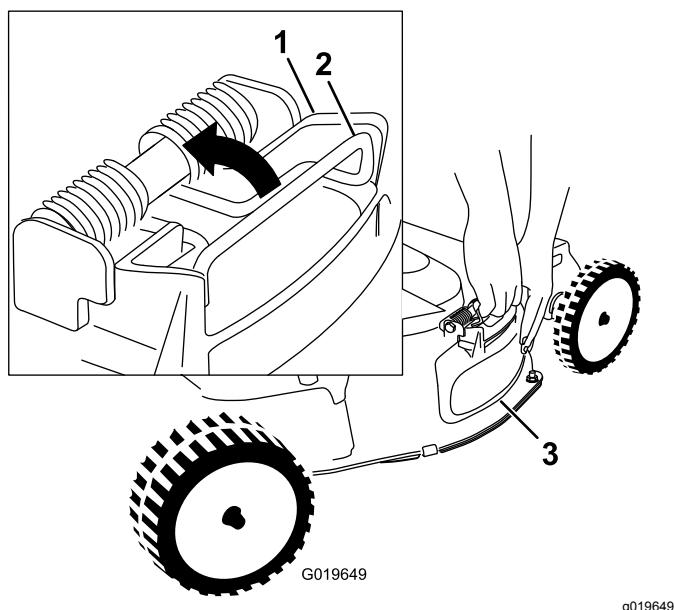

Figure 25
4. Déposez le volet d'éjection latérale en tirant sur le ressort qui le maintient en place (Figure 25).